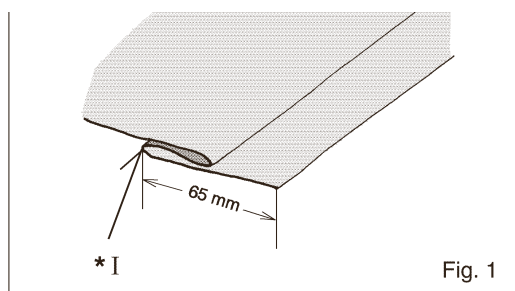

Fig. 1
1. Подогните материал на требуемую величину подгибки и приутюжьте. Отверните подгибку на лицевую сторону ткани, образуя на изнаночной стороне мягкую складку (см. рис. 1).